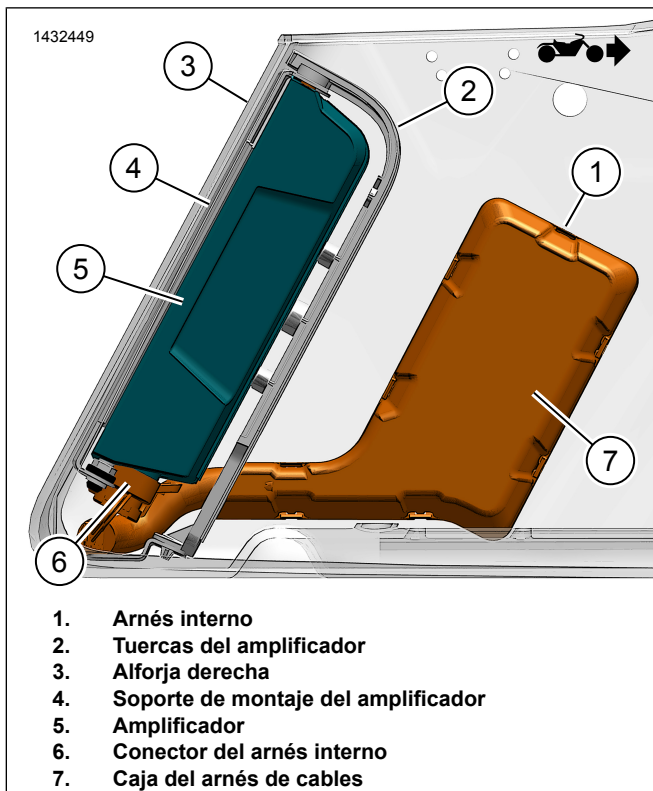
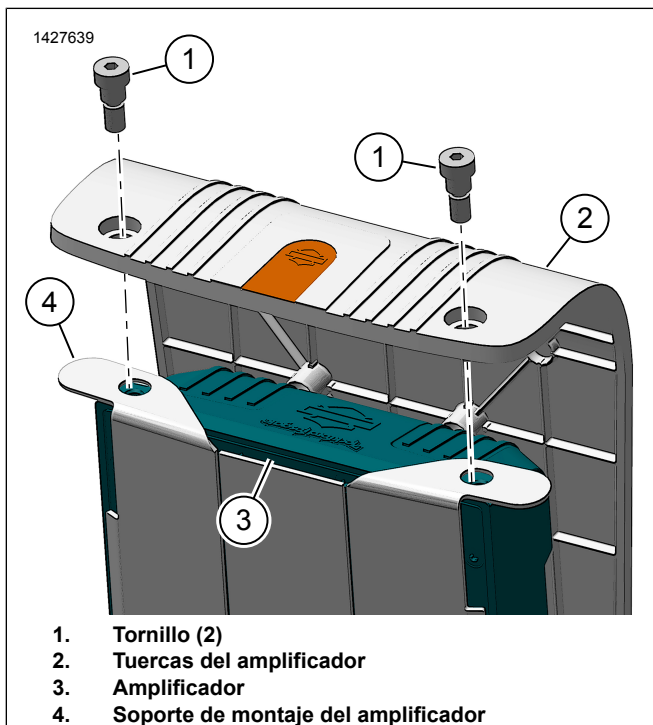

Figura 15. Arnés de la alforja con amplificador
Figura 16. Cubierta del amplificador
7. Vea la Figura 15. Instale el amplificador (5) en el soporte de montaje del amplificador (4).
8. Instale la cubierta del amplificador (2).
9. Vea la Figura 16. Instale los tornillos (1). Ajuste.